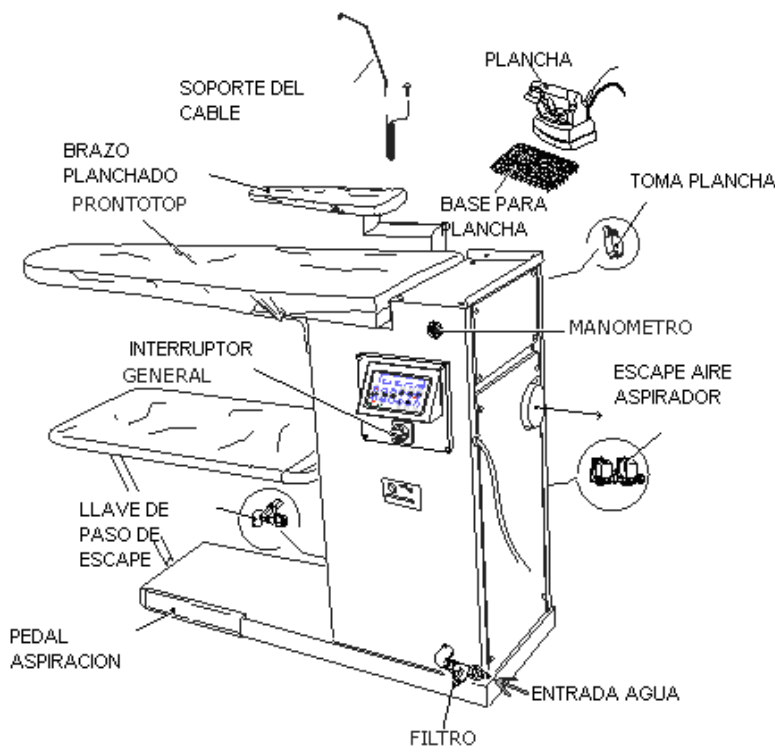
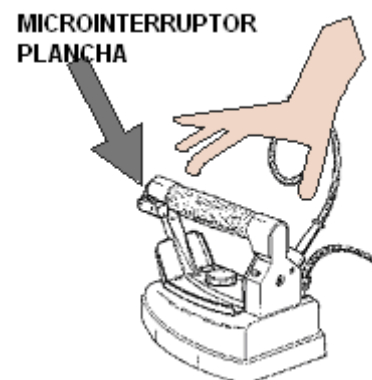

Fig. 1
Fig. 4
1. Una toma de agua (llave de paso con portagoma); ERA será conectada a la llave de paso con el racord de ENTRADA AGUA (fig 1) a través de un tubo de goma que tenga por lo menos una capacidad de 10 ATM (diametro entrada agua 13 mm), fijandola con cautela con dos abrazaderas.
2. Saque el tablero ERA de la caja, fije el soporte del cabo e insertelo en su horquilla adecuada, conecte la toma de la plancha y la manguera a vapor, coloque los cables de la plancha en la horquilla del soporte y por ultimo coloque la plancha sobre su base de neopreno (fig 1).
Para un apagamiento temporal de la máquina se puede pulsar el botón de encendido la máquina se queda en modalida stand-by y se enciende el led rojo. Cuidado que unos circuitos permanecen en tensión y la tarjeta está alimentada. **Al final del día siempre es aconsejado apagar la máquina a través del interruptor general. (fig. 1).**
1. Enlace el tubo de neopreno llamado ENTRADA AGUA de la ERA (**fig. 1**) y abre el agua.
4. Ajuste la temperatura de la tabla de planchar a la temperatura desada. Asegúrese de que la caldera alcance la presión correcta para planchar (icono caldera apagado y manómetro a 5 BAR (**fig. 1**)). Y finalmente tome la plancha por el mango de corcho y oprima el micro interruptor de la plancha (fig 4) repetidamente 3 o 4 veces más o menos, de manera que salga vapor: esta operación sirve para calentar los tubos que llevan el vapor a la plancha. Evitando así que algunas gotas de agua mojen las prendas (la plancha debe de ser tomada de manera que no dane al operador, es decir siempre con la base hacia abajo).
5. Para regular el flujo de vapor se usa la llave de ajuste del vapor en la electroválvula (**fig. 1: elettroválvula**).
3. Vacie la caldera una vez a la semana, poniendo atención en que la presión de la caldera no supere los 0,5 BAR (fig 1: manómetro), abriendo la llave de escape lentamente y con prudencia. En esta operación utilice siempre guantes de protección para evitar quemaduras. N.B. esta operación debe ser hecha sólo cuando la caldera está fría y desconectando la máquina de la red eléctrica.
1. Deslice la plancha sobre las prendas oprimiendo el microinterruptor de la plancha a intervalos regulares (fig.4) de manera que salga el vapor y contemporaneamente oprime el pedal de aspiración (fig.1). Terminado el planchado, mantenga pisado algunos segundos más el pedal de la aspiración para secar la prenda.
2. Pérdida de agua de la plancha (fig 4)
8. Lavar o limpiar la plancha con el agua (fig 4)
4. Cambiar el tubo vapor (**fig. 4**),